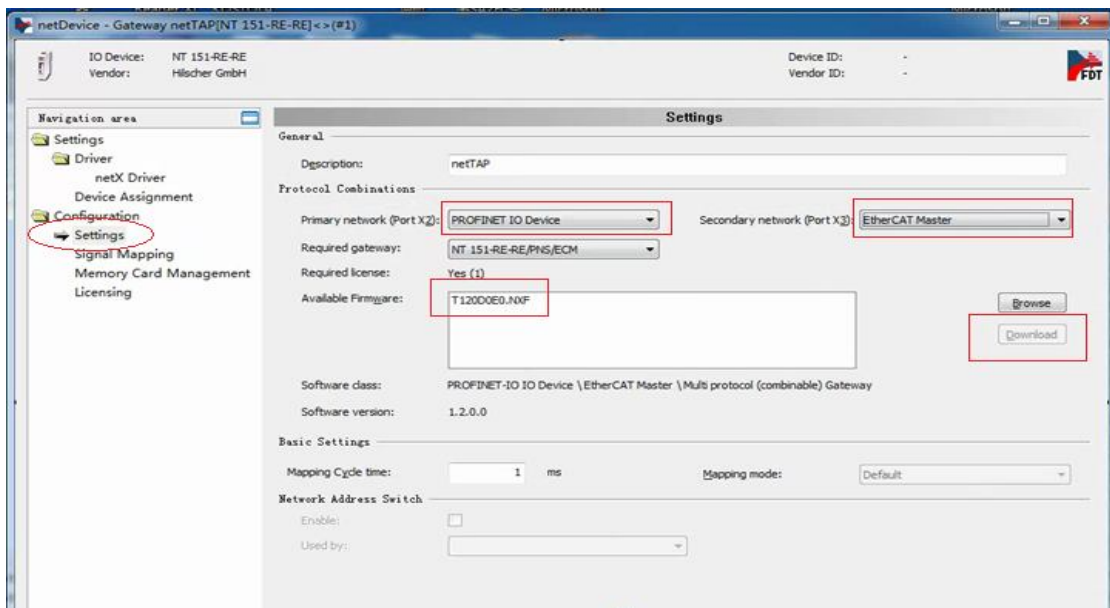

图 5.4 协议选择和固件下载
(4) 选择“Settings”栏，在 Port X2 选择“Profinet IO Device”协议，Port X3 选择“EtherCAT Master”协议，协议选择完毕之后在 Available Firmware 框中会自动出现相应的固件（如果未出现，点击右侧 Browse，定位到光盘中选择相应的固件），单击右侧的 Download 按钮，下载对应的固件，如图 5.4 所示：